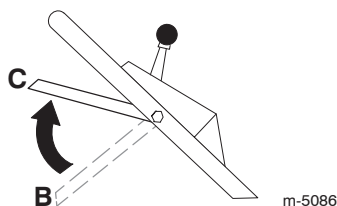

Figura 18
3. Levante la barra de control de la cuchilla hasta la posición central, 12,7 cm por debajo del travesaño del manillar (Posición **C** de la Figura 18).
4. Suelte la barra de control de la cuchilla (Posición **B** de la Figura 18).